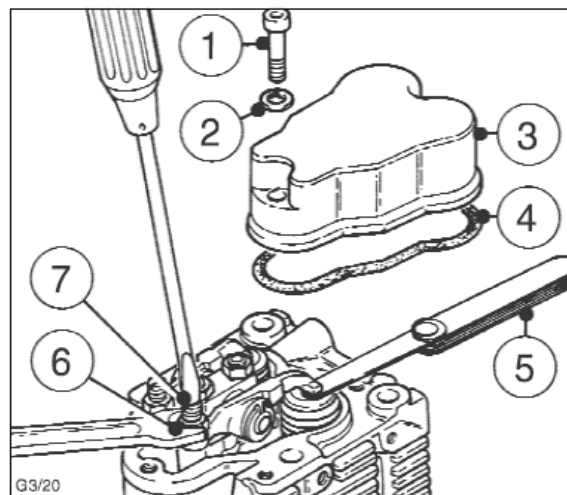

Fig.21
- Mida la holgura de la válvula con una galga de espesores de 0,10mm (fig. 21 – apartado 3.1).
- Si debe ajustar la holgura, afloje el tornillo (6), gire la tuerca hexagonal (7) hasta que la galga de espesores pueda ser extraída solo con una ligera resistencia cuando el tornillo (7) se aprieta de nuevo. (fig. 21).